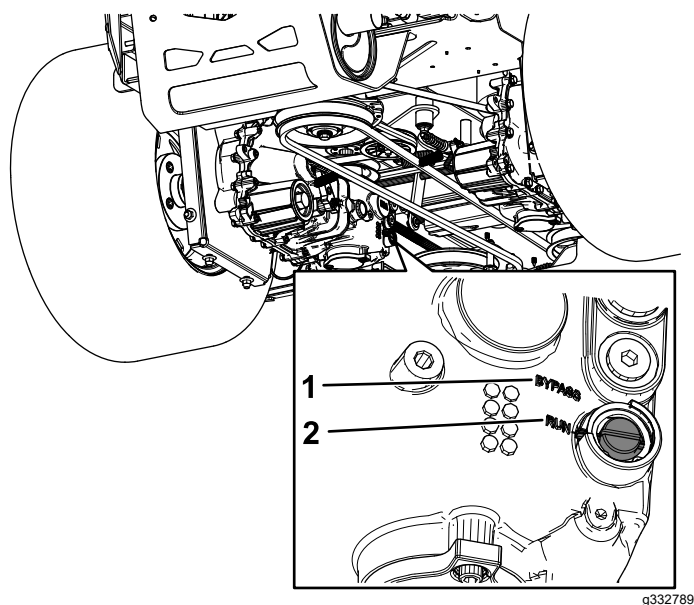

Figure 43
3. Avec un tournevis à lame plate, tournez les deux cames à la position de dérivation (BYPASS) (Figure 43).
5. Pour utiliser la machine, tournez les deux cames de dérivation à la position de marche (RUN) (Figure 43).